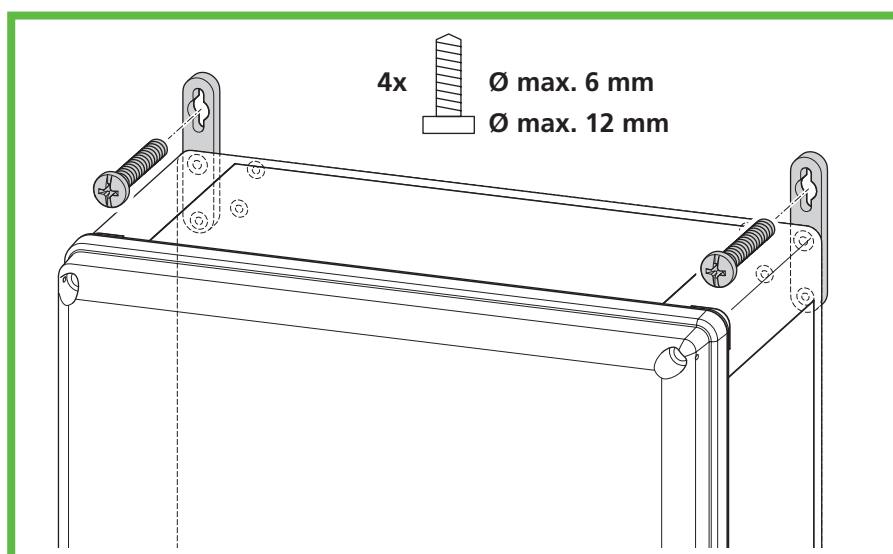

Imagen 12: Montaje en la pared
- ▶ Atornille la estación de carga firmemente introduciendo un tornillo en cada agujero de las lengüetas de fijación exterior (Imagen 12).